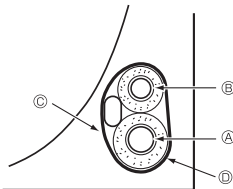

Fig. 4-4
- ① 现场侧致冷剂管
- ② 机组侧致冷剂管
4.4.1. 存储至机组管道空间 (Fig. 4-4)